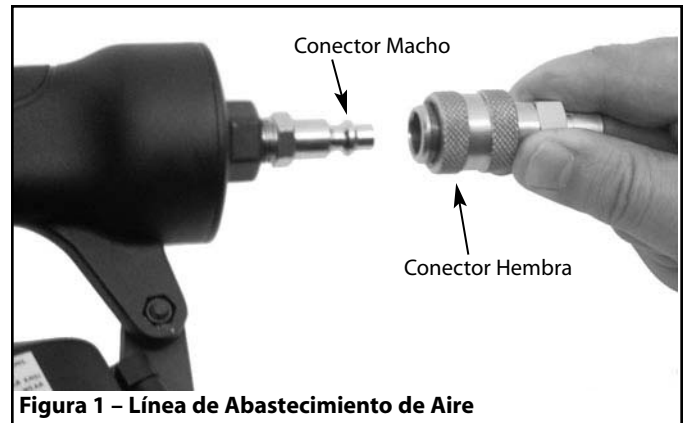

Figura 1 – Línea de Abastecimiento de Aire
Consulte la Figura 1.
- Nunca conecte un acoplamiento de desconexión rápida hembra en el lado de conexión de la línea de aire de la herramienta. Conecte un acoplamiento macho de flujo libre en el lado de conexión de la línea de aire de la herramienta (véase Figura 1).